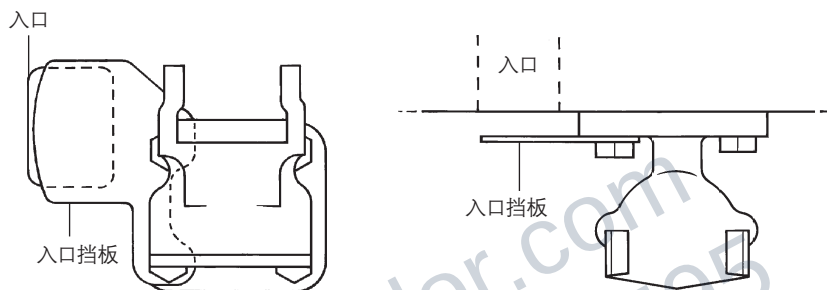

图10
- 安装新垫圈(6)和主阀组件(5)，包括隔板(见16页图10、11)。